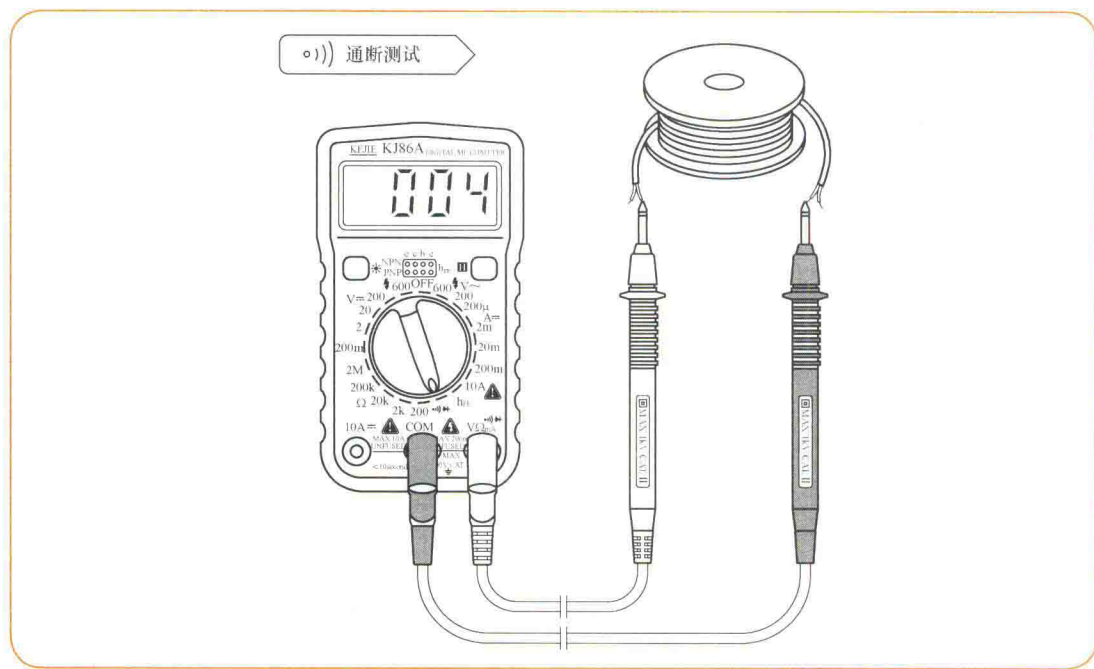

图1-17 KJ86A万用表测通断测试示意图
(7) 通断测试, 把功能开关置于“ $\text{b}||$ ”挡位上, 把两只表笔跨接在疑似断路的线路两端, 此时万用表若发出鸣叫声, 即说明电路完好, 否则即断路。测量通断情况如图 1-17 所示。